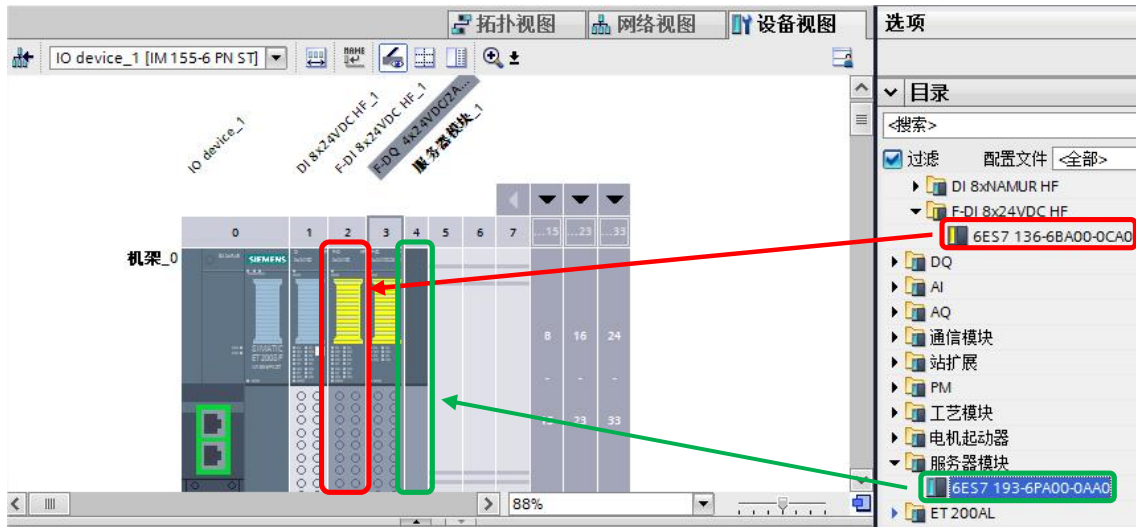

图 2-9 添加 ET200SP 站点模块
7) 在 ET200SP 站点中组态 DI、F-DI 和 F-DO 模块，如图 2-9 所示。